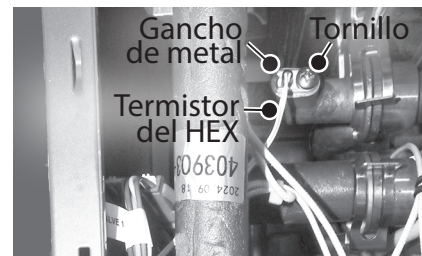

Figura 75 - Conjunto de termistor de salida
- 21** Ubique el termistor de salida del intercambiador de calor como se muestra en la Figura 75.
- 22** Ubique el tornillo que fija el termistor de salida del intercambiador de calor. Consulte la Figura 75. Use un destornillador Phillips para retirar el tornillo y el gancho de metal. Retire el tornillo y déjelo a un lado en un lugar seguro para volver a instalarlo. Deseche el gancho de metal.
- 26** Instale el nuevo termistor de salida del intercambiador de calor en el calentador de agua. Consulte la Figura 75. Fije con el nuevo gancho de metal y el tornillo que se retiró en el Paso 22.